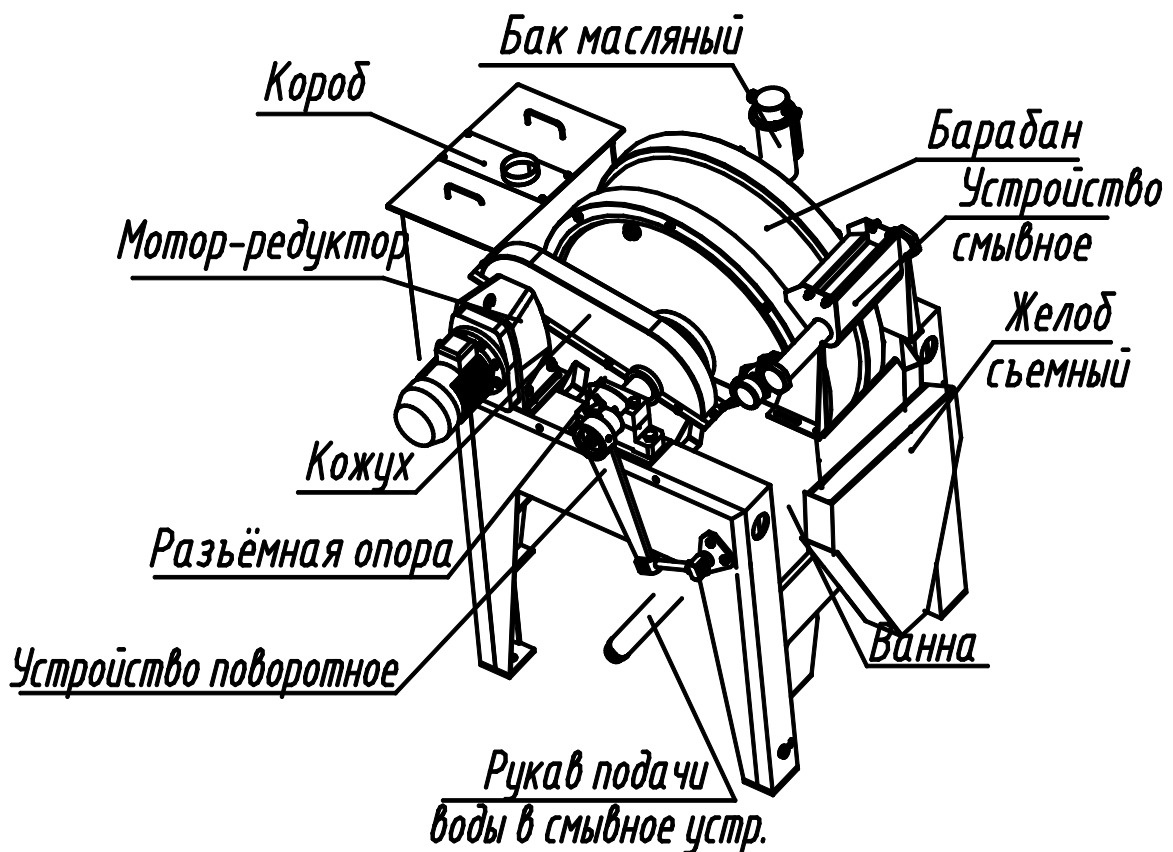

Рис.1. Общий вид сепаратора ЭБМ-90/33
Сепаратор электромагнитный барабанный ЭБМ-90/33 предназначен для обезжелезнения различных материалов, регенерации тяжелых суспензий в промышленных условиях. Общий вид сепаратора представлен на рис.1.
5.1.2. Ось барабана установлена в разъемных опорах на раме сепаратора (рис.1.).
5.1.3. Вращение барабана осуществляется мотор-редуктором через цепную передачу, закрытую кожухами (рис.1.).
5.1.11. Поворотное устройство (см. рис.1), состоящее из рычага, натяжного винта и кронштейна, предназначено для поворота электромагнитной системы.